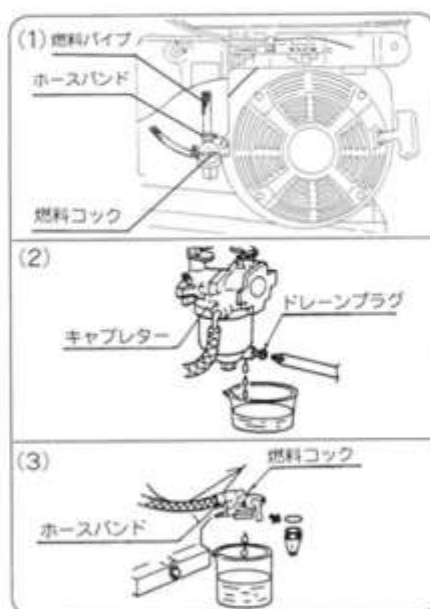

図68
③ ガソリンの抜き取り(図68)
(1) 燃料タンク内のガソリン抜き取り